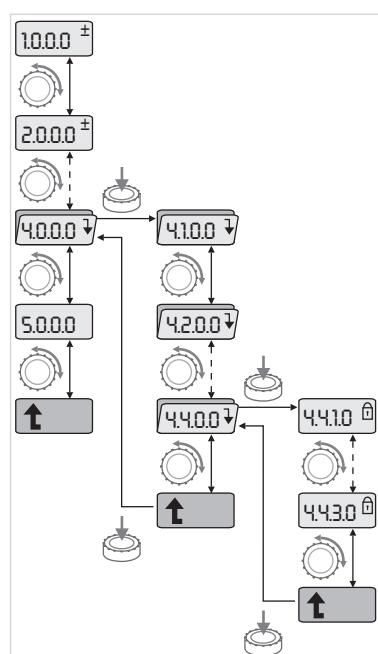

Fig.41: Navigointiesimerkki
- Yleinen navigointi valikossa tapahtuu seuraavasti (esimerkki, katso Fig. 41):